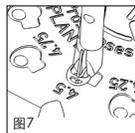

图7
■ **fig. 7/8** Pentru închiderea plăcuței din capăt trebuie utilizat cleștișorul de închidere din titan (REF 8000 137)! Cu cleștișorul de strângere (REF 8000 137) se îndoaie drept colierul în cadrul plăcii de capăt a protezei și astfel se fixează placa de capăt pe tija protezei (fig. 7). Pentru aceasta trebuie să se aibă grijă ca partea de lungime corectă a cleștișorului de strângere să se potrivească pe poziția corespunzătoare a plăcii de capăt a protezei. „INSIDE (interior)” pentru partea interioară a plăcii de capăt și „OUTSIDE (exterior)” pentru partea exterioară a plăcii de capăt (fig. 8a, 8b).
■ 图 7/8 闭合顶板时须使用小型铁夹钳(REF 8000 137),用闭合钳(REF 8000 137),将假体平板状一头的柄弄直,并与假体的杆装配起来(图7)。操作时请注意,确保闭合钳的使用正确,“内”对着平板状头的内部,“外”对着平板状头的外部(图8a, 8b)。